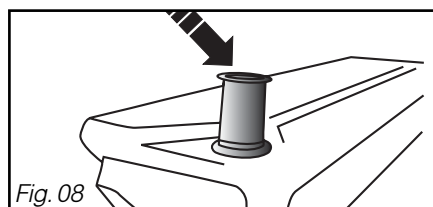

Fig. 08
- Extraire le tube verseur du bac de récupération d'eau (Fig. 08).